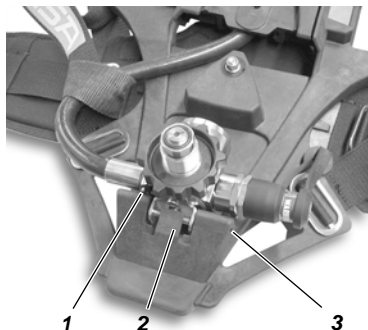
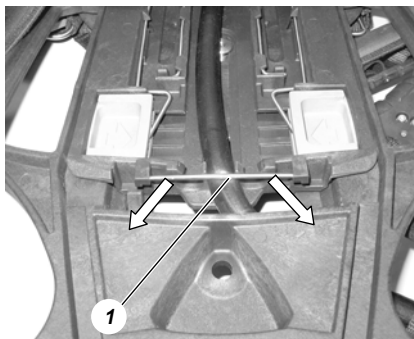

Fig. 9 Fjern trykkforminsker
Fig. 10 Fjern slange
- (4) Før skulderputene til den nederste posisjonen i sidesporene på bæreplaten, klem litt utover på knappene og ta putene ut av sidesporene.
- (5) Knapp opp skulderputer og hoftebelte fra bæreplaten.
- (6) Press gjenværende ståltråd (se Fig. 10) på flerkanalsslangen ved å vrikke nedover og siden fjerne helt.
- (7) Gjør akkurat det samme på den andre siden av bæreplaten.
- (8) Fjern flerkanalsslangen fra sporet på bæreplaten.
- (9) Trekk ut splinten (3) som er festet på holderen til trykkforminskeren (se Fig. 9).
- (10) Fjern trykkforminsker fra bæreplaten, **ikke** ta ut stoppefjæren (2).